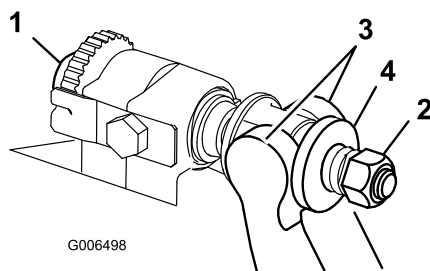

Figura 29
- Rode os parafusos de ajuste da barra de apoio no sentido contrário ao dos ponteiros do relógio, para afastar a lâmina de corte do cilindro (Figura 29).
- Faça recuar a porca da mola tensora até que a anilha deixe de estar sob tensão contra a barra de apoio (Figura 29).